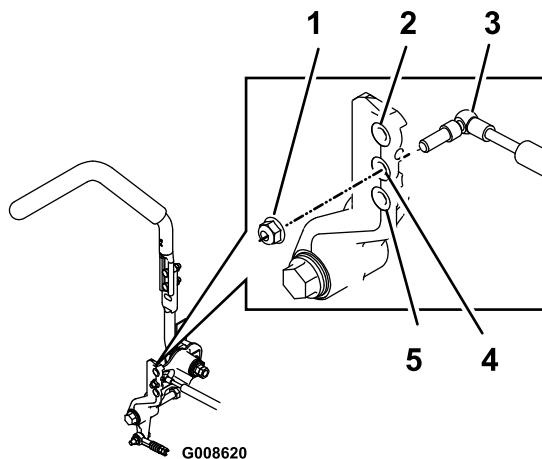

Figure 64
- Retirez le contre-écrou, déplacez le boulon de fixation d'amortisseur à la position voulue, et remettez le contre-écrou en place. Pour les options de montage, voir Figure 64.